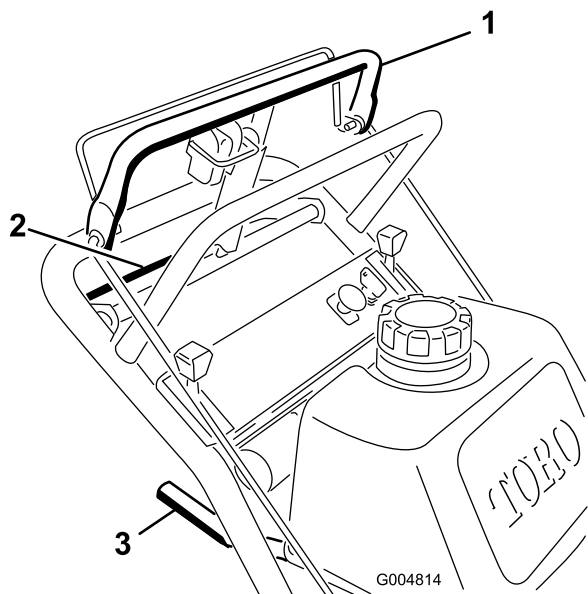
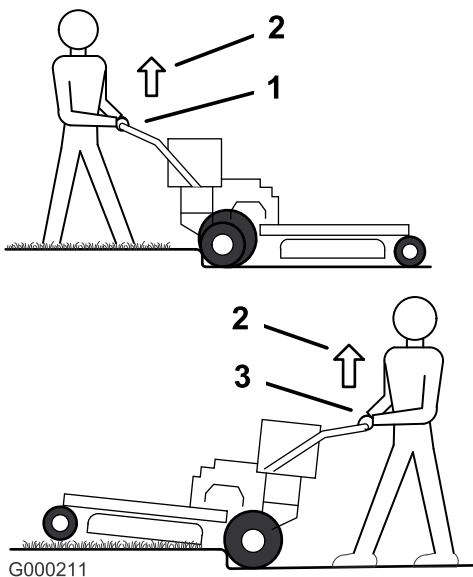

Figure 10
Figure 11
1. Pour vous déplacer en marche avant, sélectionnez une vitesse en marche avant (Figure 10).
3. Appuyez lentement sur la barre de commande supérieure pour avancer (Figure 10).
Pour vous déplacer en ligne droite, appliquez une pression égale aux deux extrémités de la barre de commande supérieure (Figure 10).
Pour tourner, relâchez la pression sur le côté de la barre de commande supérieure dans la direction que vous voulez prendre (Figure 10).
3. Rapprochez lentement la barre de commande inférieure de la partie inférieure du guidon pour vous déplacer en marche arrière (Figure 10).
3. Conduisez la machine jusqu'à ce que les roues pivotantes rencontrent la bordure (Figure 11).
4. Appuyez sur le guidon pour soulever l'avant de la machine (Figure 11).
5. Conduisez la machine jusqu'à ce que les roues motrices rencontrent la bordure (Figure 11).
6. Abaissez l'avant de la machine (Figure 11).
7. Engagez la barre de commande inférieure et soulevez la partie inférieure du guidon simultanément pour monter sur la bordure (Figure 10 et Figure 11).
- Conduisez la machine jusqu'à ce que les roues motrices rencontrent la bordure (Figure 11).
- Engagez la barre de commande inférieure et soulevez la partie inférieure du guidon simultanément (Figure 10 et Figure 11).